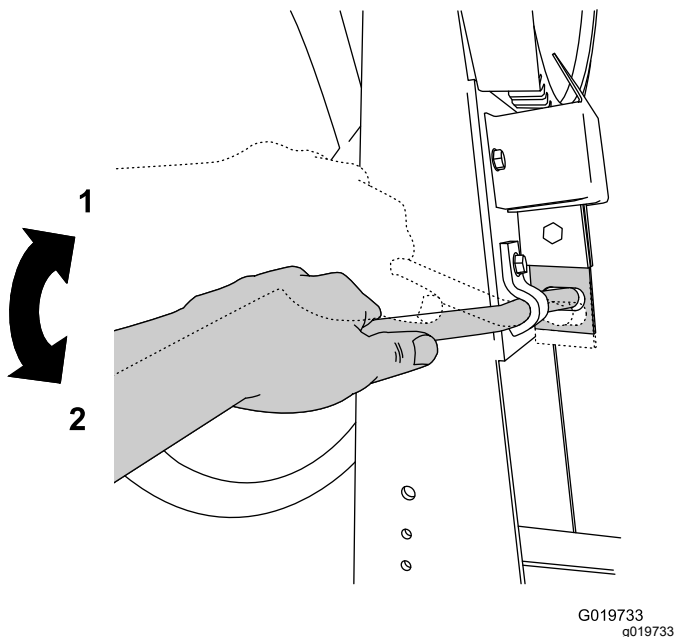

Figura 11
3. Bloquee el tambor en esa posición presionando hacia abajo la palanca del freno de volteo del tambor (Figura 11).